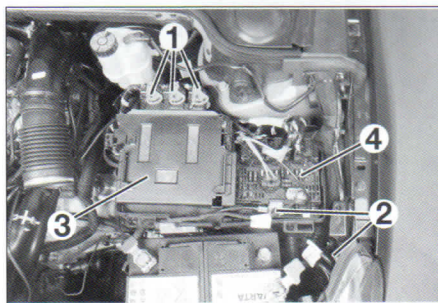

FIG. 45
- los conectores (1) del calculador (fig. 45).
- los cables de masa (2).
- Desmontar el calculador (3).
- Separar la unidad de servicios motor (4).